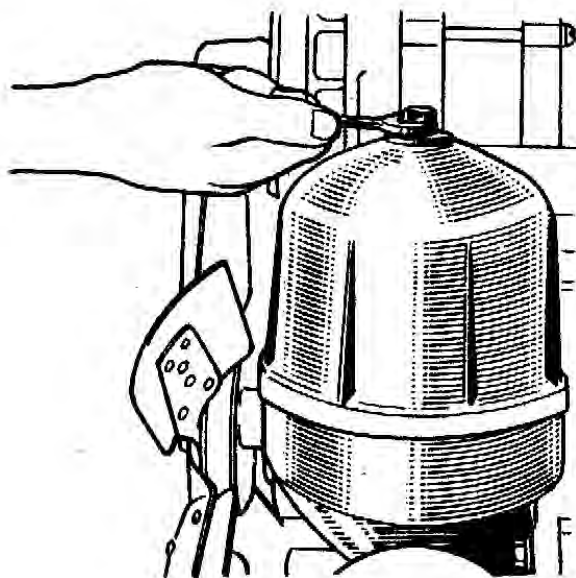

Рис. 11.16. Отвертывание гайки колпака
1. Отверните гайку колпака фильтра (рис. 11.16) и снимите колпак.